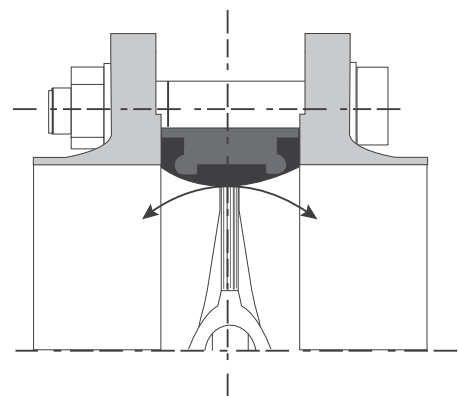

Bild 2: Felaktig montering
- Dålig tätning mellan spjälltätning och spjällskiva (se bild 2).